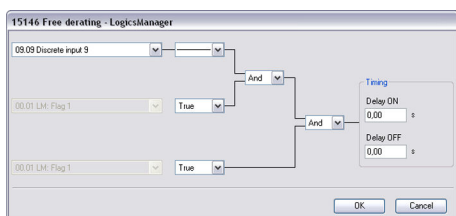

Abb. 286: LogicsManager-Funktion „Freigabe P-red.“
3. Konfigurieren Sie die LogicsManager-Funktion „87.60 Freigabe P-red.“ wie in (Abb. 286) gezeigt, um die Leistungsreduzierung zu aktivieren, wenn der Digitaleingang [DI 09] bestromt wird.